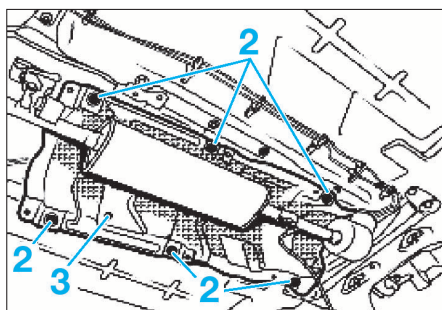

FIG. 12
- Déposer (Fig.12) :
- les fixations (2) de l'écran thermique,
- l'écran thermique (3).